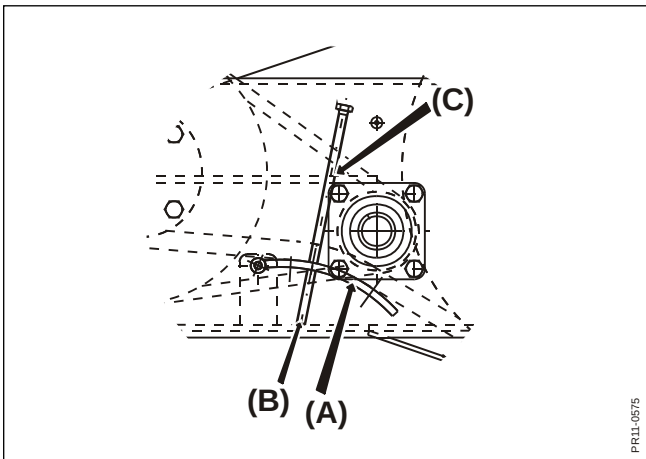

Fig. 9.5
Fig. 9.5 **Stramning af 1 1/4" kæde:** kædestrammeren (A) i bunden af kædekassen skal løftes ved at justere bolten (B). **Husk** efter justering at montere fjedersplitten (C), idet den forhindrer bolten i at dreje sig.